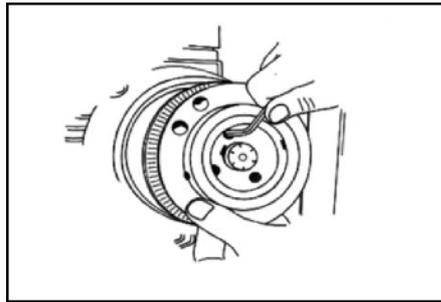

fig. 1
- Innen-Sechskantschrauben herausdrehen (siehe Abb. 1)